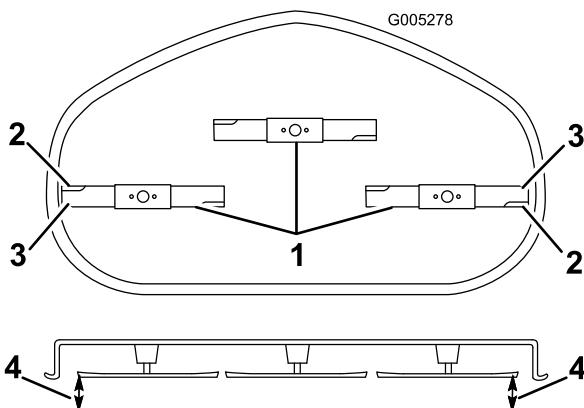

Figura 41
- Gire cuidadosamente la(s) cuchilla(s) colocándola(s) perpendicularmente al sentido de avance de la máquina (Figura 41). Mida entre los bordes de corte exteriores y la superficie plana (Figura 41). Si hay una diferencia de más de 5 mm entre ambas dimensiones, se requiere un ajuste; siga con este procedimiento.
- Mida entre los bordes de corte exteriores y la superficie plana (Figura 41). Si hay una diferencia de más de 5 mm entre ambas dimensiones, se requiere un ajuste; siga con este procedimiento.